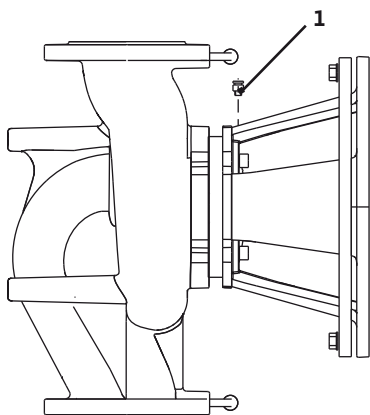

Fig.35: Supapa de vidare
- Aerisiți pompele prin deschiderea supapelor de vidare (fig. 35, poz. 1). Funcționarea fără apă distruge etanșarea mecanică a pompei. Este interzisă vidarea senzorului de presiune diferențială (pericol de deteriorare).